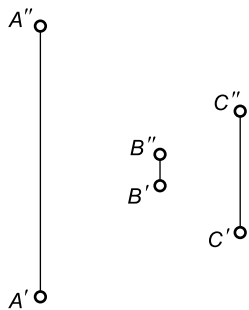

Рис. 11
2.12. На рис. 11 плоскость задана точками A , B и C . Перейти к заданию плоскости: